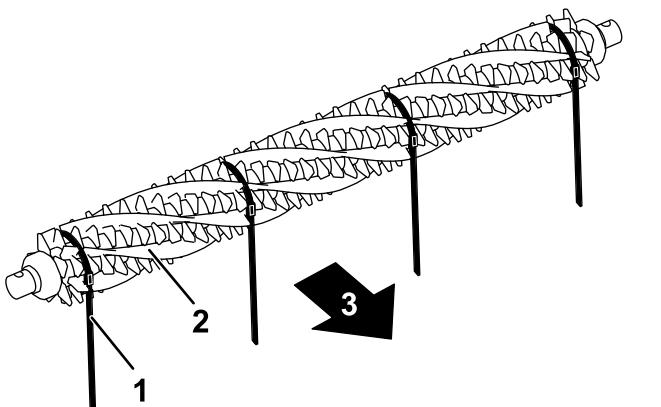

Figura 20
3. Desde un lado del molinete del groomer, deslice un cepillo en cada ranura alrededor de toda la longitud del molinete del groomer (Figura 20).
Importante: Debe envolver las cintas alrededor del conjunto de cuchillas y cepillos del groomer en la dirección de rotación principal. La Figura 20 muestra las cintas instaladas para la rotación hacia adelante.